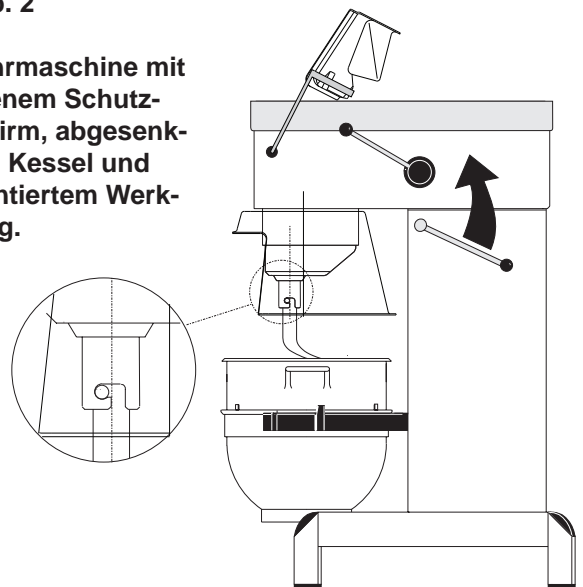

abb. 3
- A) Den Schutzschirm öffnen und den Kessel in die Kesselarme stellen. **Hinweis:** Die Kesselarme müssen in der untersten Position sein. Den Kessel in die Kesselarme setzen. Prüfen, ob der Kessel ganz zurück in die Arme gedrückt ist und die mittleren Ösen der Kessel einwärts zur Rührmaschine hin weisen (**Abb.2 und Abb.3**).
- C) Den Kessel in die Arbeitsposition durch Drehen des Hebels für Kesselanheben in der Richtung des Pfeils bringen (**Abb.2**). Korrekte Anbringung des Kessels kontrollieren (**Abb.3**). Den Schutzschirm schließen.